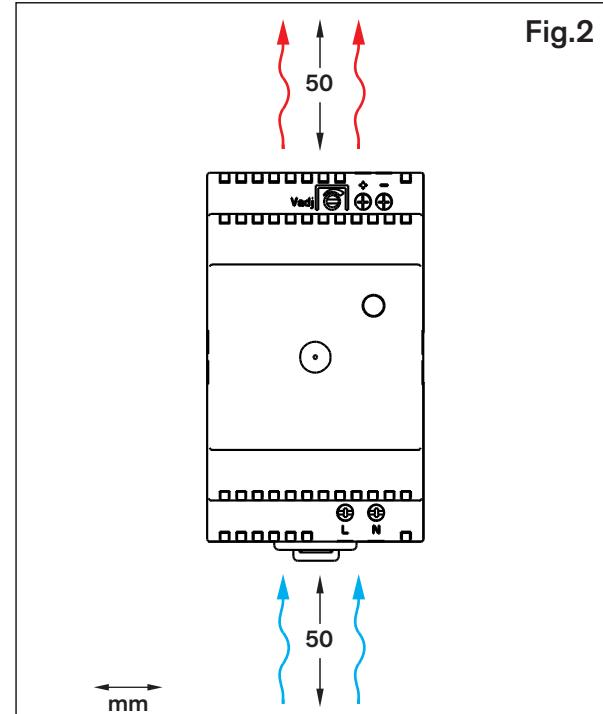

Fig.2
Das Gerät kann an 35 mm DIN-Schienen montiert werden, in Übereinstimmung mit der Spezifikation DIN EN 50022. Dabei sind die Anforderungen an die Ventilationsabstände über und unter dem Gerät einzuhalten. Fig.2
- Assurer un refroidissement suffisant. Fig.2